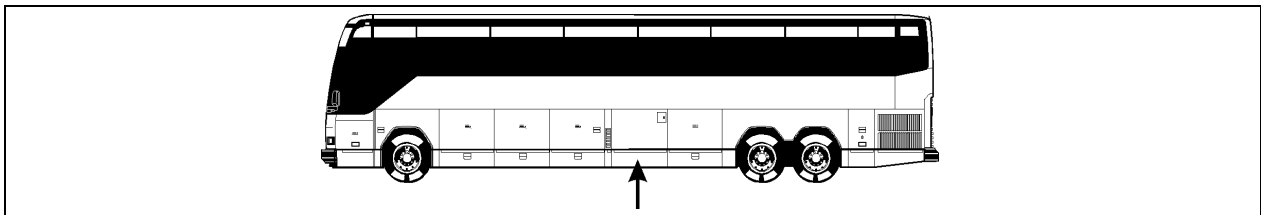

Figure 25: Localisation type du compartiment de chauffage et de climatisation.
1. Ouvrir la porte du compartiment de chauffage et de climatisation (voir la figure 25);